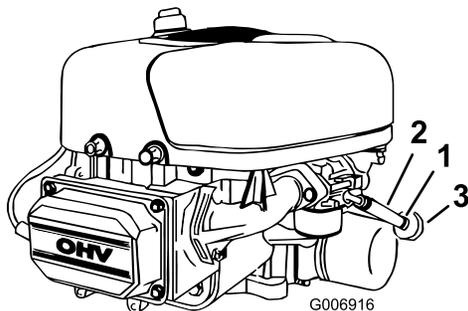

Figura 25
5. Abra el capó y localice el filtro de combustible(Figura 25).
6. Apriete los extremos de la abrazadera y deslícela por el tubo de combustible hacia el depósito de combustible (Figura 25).
7. Tire del tubo de combustible para separarlo del filtro (Figura 25) y deje que la gasolina se drene en un recipiente de combustible o un recipiente apropiado.
El mejor momento para cambiar el filtro de combustible (Figura 25) es cuando el depósito de combustible está vacío. No instale nunca un filtro sucio después de desmontarlo del tubo de combustible.
4. Apriete los extremos de las abrazaderas y deslícelas por el tubo alejándolas del filtro de combustible (Figura 25).